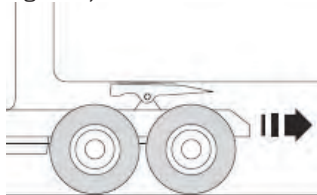

Figura-4
- 6- Deplasați încet vehiculul spre înapoi până la cuplarea completă a cuplei de remorcare. (a se vedea figura 4) Pârghia de siguranță cu arc ar trebui să revină automat în poziția inițială. (a se vedea figura 5)